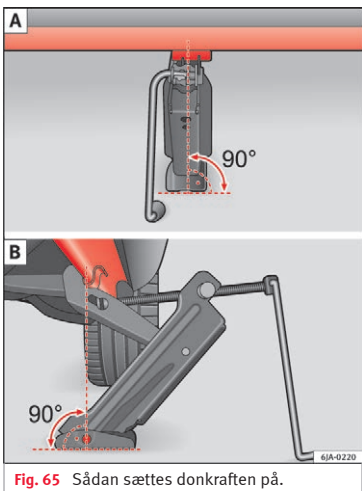

Fig. 65 Sådan sættes donkraften på.
- Stil donkraften således, at dens griber får fat i kanten på panelet »» **Fig. 65** – B under markeringen på panelet.
- Sørg for, at donkraftens bundplade står på et lige underlag, og at den befinder sig i lodret position »» **Fig. 65** i forhold til det punkt, hvor dens griber tager fat i kanten på panelet.